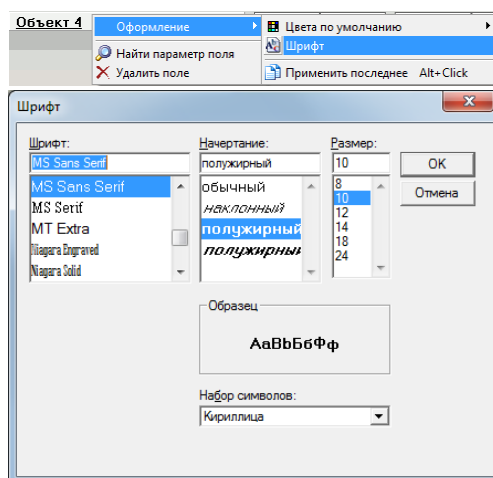

Рис. 4.51
- 1) **шрифт**, его начертание, размер и набор символов. Откройте контекстное меню поля, выберите «Оформление» и «Шрифт». В открывшемся диалоговом окне установите интересующие Вас настройки (рис. 4.51);